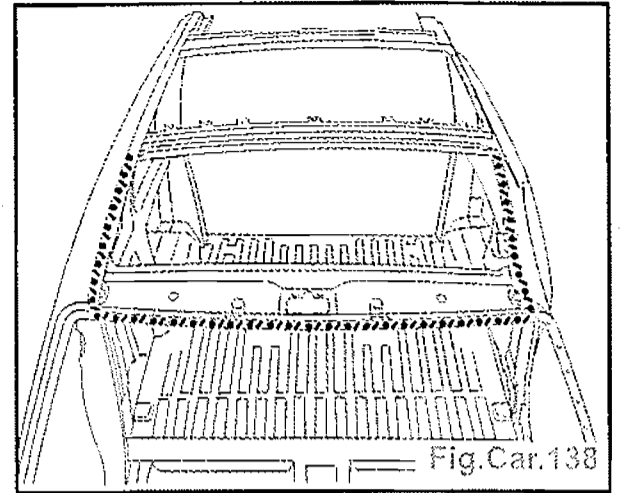

Fig.Car.138
- Appliquer un mastic d'étanchéité et de soudage (A2) (Fig.Car.138).